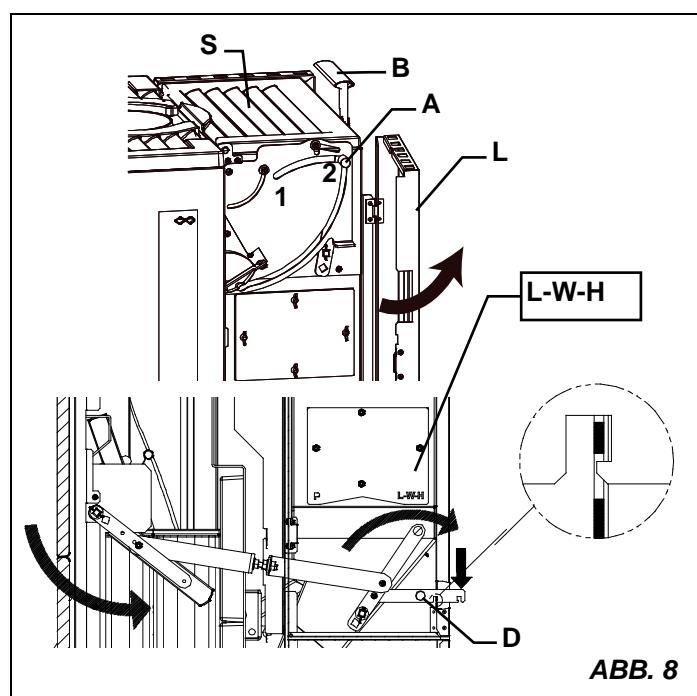

ABB. 8
- 1) Die seitliche Klappe für den Zugang zu den mechanischen Elementen öffnen (L ABB. 8), wenn der Hebel (C) schon in der richtigen Position **L-W-H** (LEGNA-WOOD-HOLZ) ist, weiter zu Punkt 3);
- 2) den Hebel (C) durch Heben des Riegels (D) lösen, zum **hinteren** Teil des Ofens in die Position drücken, die mit den Buchstaben **L-W-H** (LEGNA-WOOD-HOLZ) markiert ist und mit dem Riegel (D) (ABB. 8) blockieren, wobei der Gitterrost (G) angehoben ist;
- 3) prüfen, dass der Deckel zur Befüllung des Pelletstanks (S) geschlossen und mit dem Griff (B) versperrt ist (ABB. 8);
- 4) die seitliche Klappe (L) für den Zugang zu den mechanischen Elementen schließen.
Mit dem Hebel zur Umschaltung HOLZ-PELLET in Position "L-W-H" (ABB. 8 Pos. C) kann der natürliche Abstieg der Pellets in den Brenner blockiert werden.